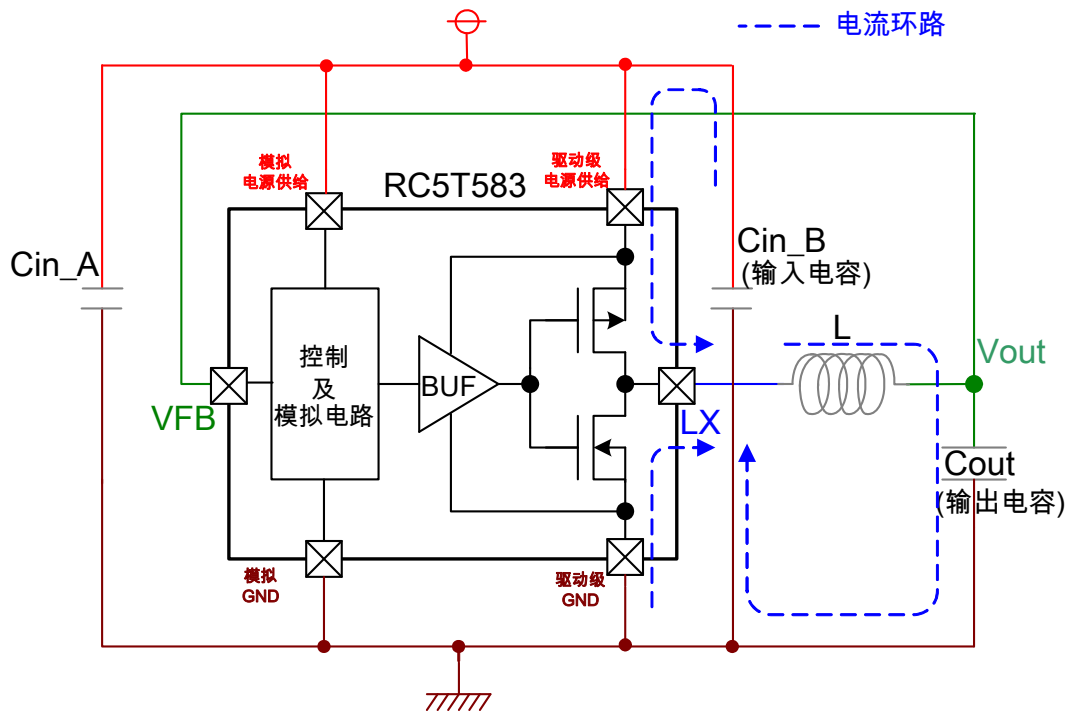
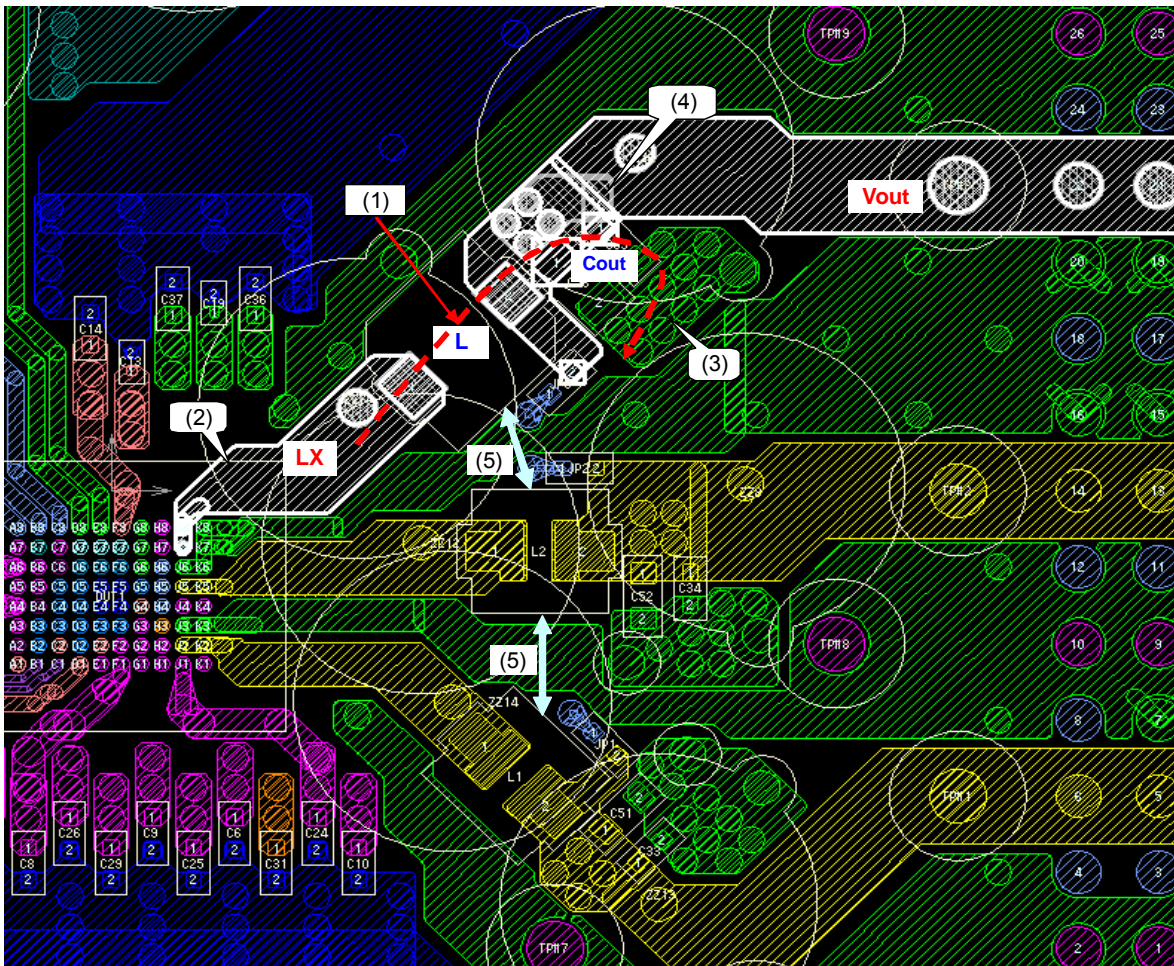

图.1-1 DCDC 简要电路图
图.1-2 DCDC 模块评价板格局示例(顶层)
- (1) 部件的放置应尽量注意减小开关电流环路。(图. 1-1 及 1-1: 蓝色线, 图. 1-2: 红色线)。
- (2) RC5T583 与电感间的 LX 线布线应尽可能短和宽, 并且不应在其上面添加其他不相干的配线。
- (3) 请将“Cout”的 GND 线用多重 via 直接连到内部 GND 层以尽可能地减小阻抗。(目标值: 50mΩ 或以下)
- (4) 请从靠近“Cout”而非“L”的地方开始 VOUT 布线。
- (5) 请勿将每个 DCDC 的电感放置过于靠近, 以避免其相互间的电磁干扰。